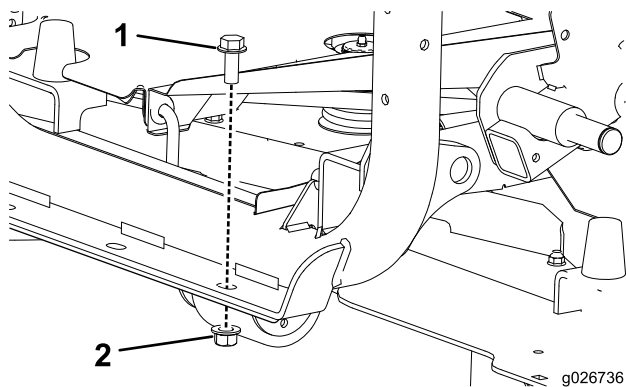

Figure 23
1. Sur le côté droit de la machine, retirez l'écrou et le boulon qui fixent le cadre arrière au cadre avant (Figure 23).